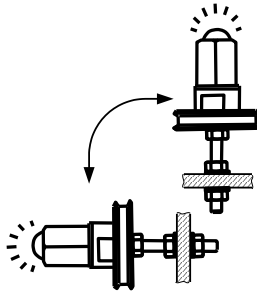

Рисунок 7
3.5.1 Индикатор крепится за шпильку M8 посредством гаек и зубчатых шайб из комплекта. Допускается любое их пространственное положение, при котором достигается достаточный обзор светодиода, надежность крепления контактного зажима заземляющего проводника (рисунок 7).